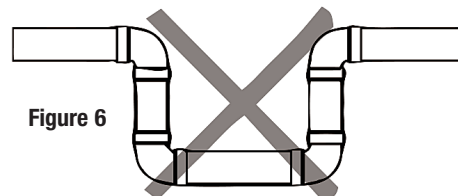

Figure 6
- **NE CONNECTEZ PAS** le tuyau d'eau avec un « siphon » comme illustré à la figure 6.